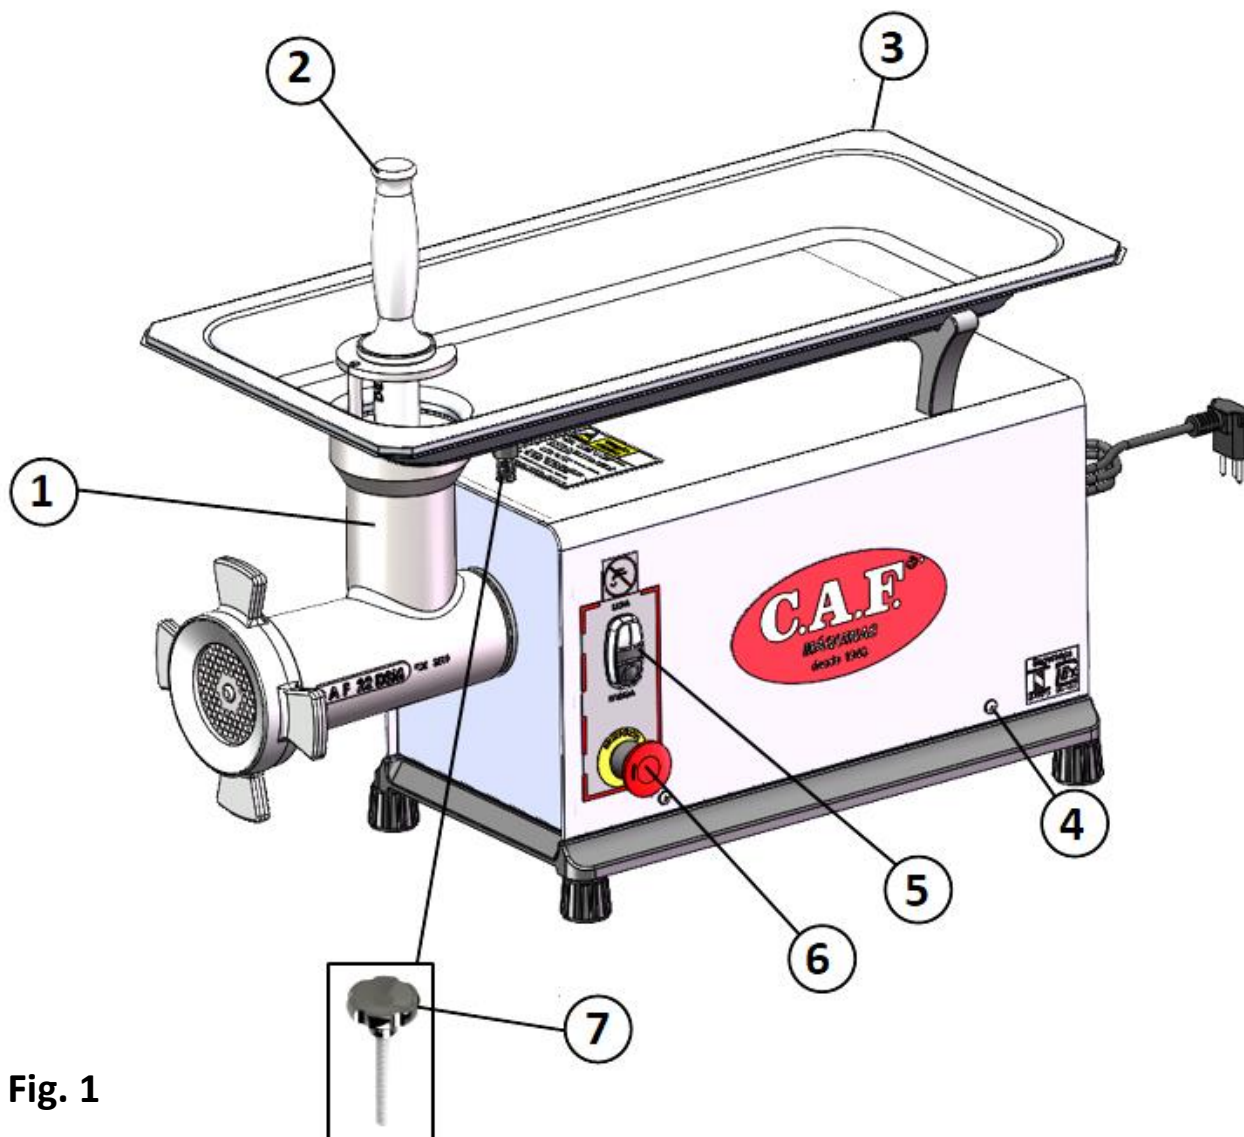

Fig. 1
- 4) Para acionar o equipamento é necessário apertar o botão Liga/Desliga localizado no painel de comando (Fig.1).